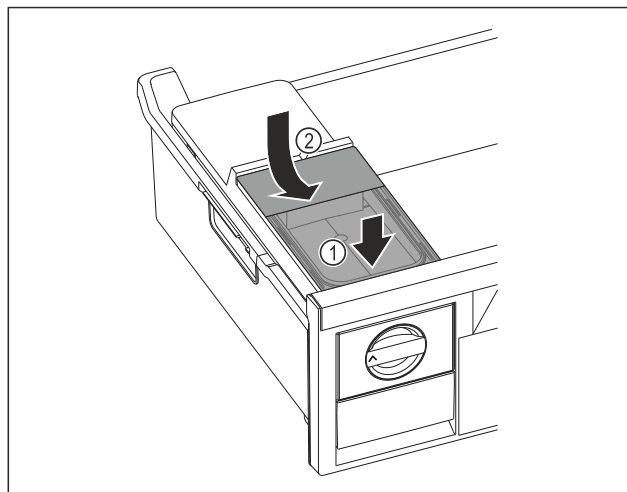

Fig. 98
- Watertank aan de voorkant plaatsen. Fig. 98 (1)
- Watertank aan de achterkant laten zakken. Fig. 98 (2)